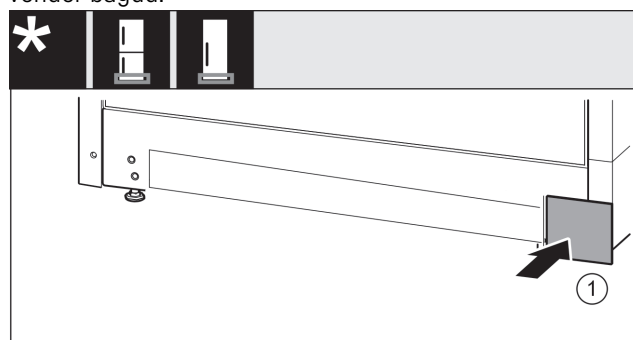

Fig. 18
- ▶ Påsæt afdækningen Fig. 18 (1) igen på den anden side.